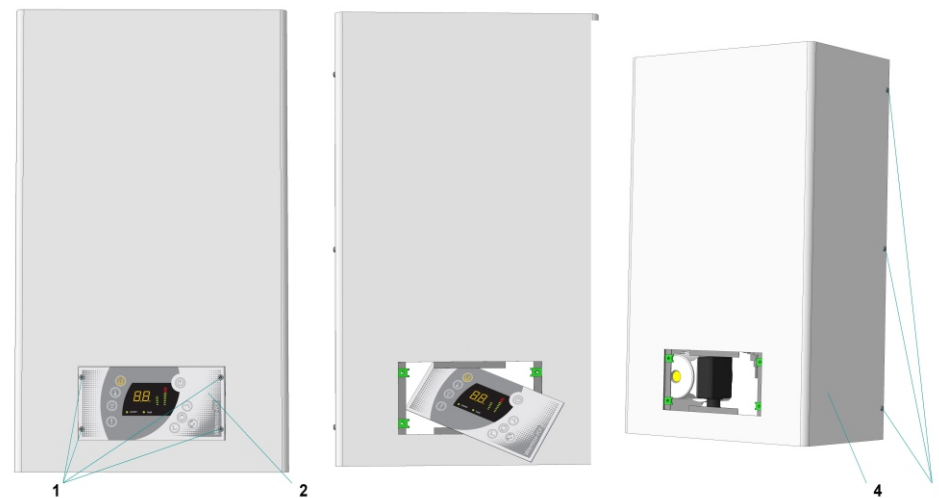

Рисунок 1. Внешний вид. Снятие кожуха.
Внешний вид изделия представлен на рис. 1.
- Запрещается работа прибора при снятом кожухе (5) рис. 1.